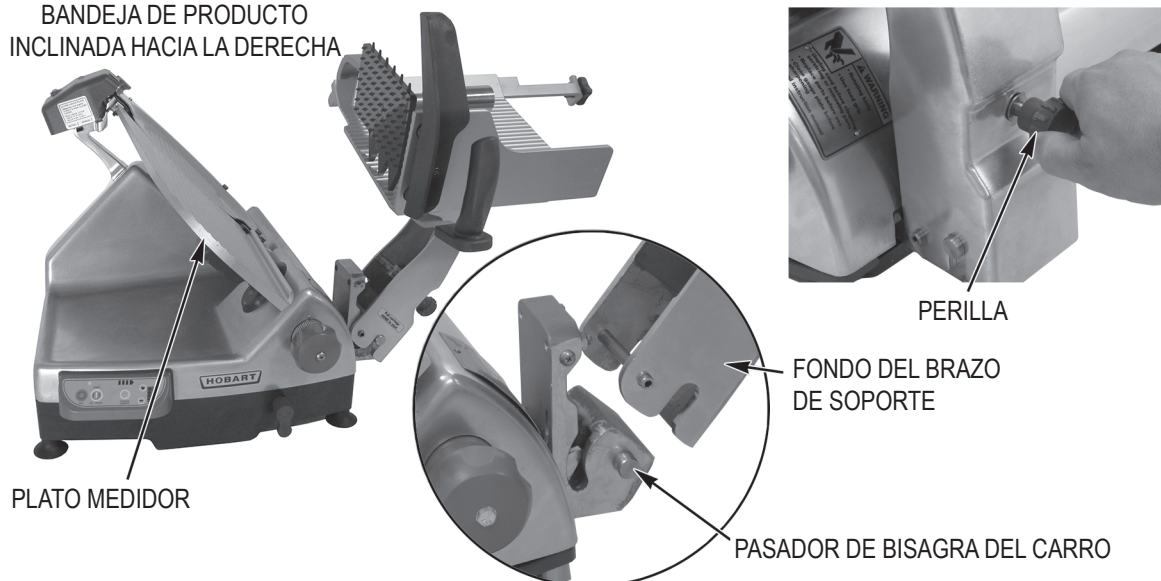

Fig. 22
- Baje la parte inferior del brazo de soporte sobre los pasadores de las bisagras del carro (Fig. 22).